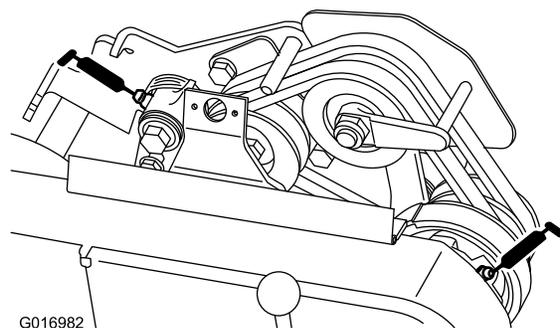

Рисунок 21
- 2 на шарнирах натяжного шкива ремня (Рисунок 21).